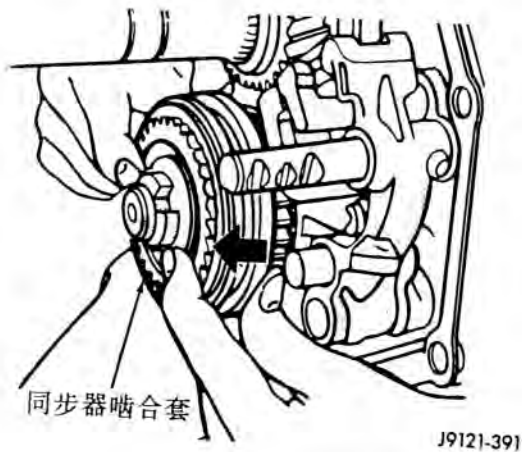

图 86 锁住五档同步器
(15) 把五档齿轮同步器啮合套向后推使之与五档接合齿圈啮合锁住 (图 86)。